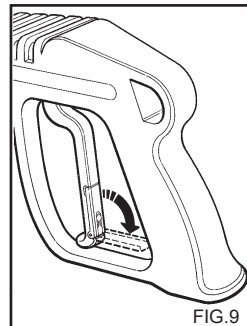

FIG.9
- Когда мойка не используется, закройте предохранительное устройство, расположенное на ручке (fig. 9).